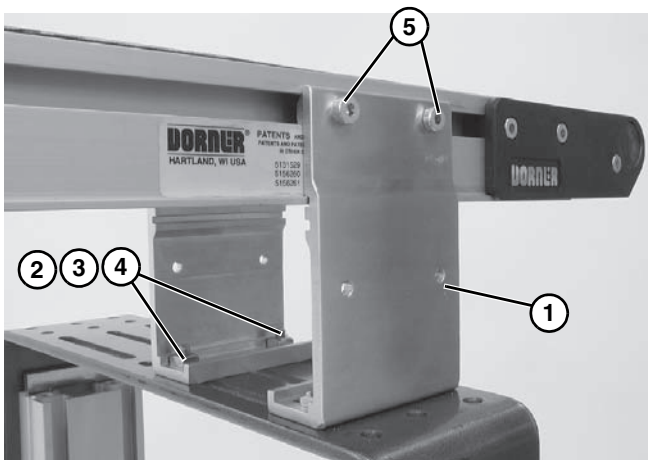

Figure 11
1. Fije las abrazaderas (**Figure 11, item 1**) al soporte de apoyo con los tornillos de montaje (**Figure 11, item 2**), las arandelas (**Figure 11, item 3**) y las tuercas (**Figure 11, item 4**).
2. Apriete los tornillos (**Figure 11, item 2 y 5**) a 60 in-lb (7 Nm).